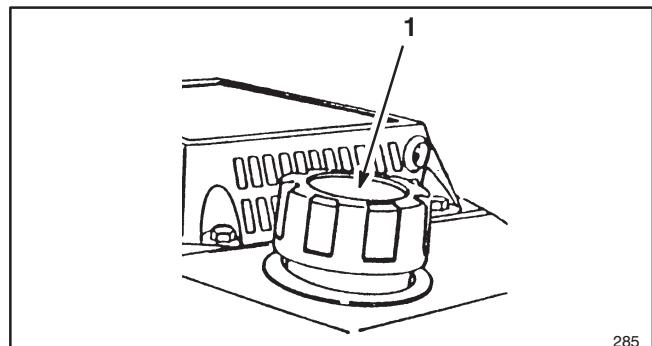

Figure 10
1. Nettoyer le pourtour de l'orifice de remplissage (Fig. 10) et retirer le bouchon . Ne pas remplir le réservoir complètement. Verser de l'essence sans